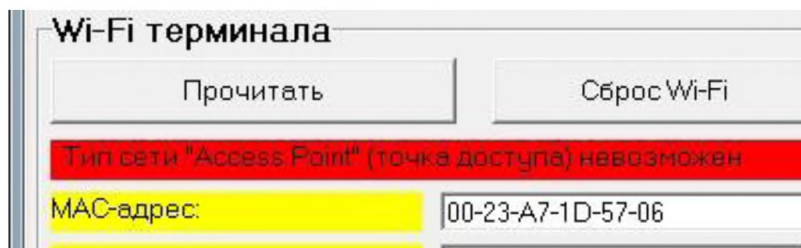

Рис. 6.4. Ошибка при записи типа сети.
6.11. ВНИМАНИЕ!!! Старые экземпляры весовых преобразователей для крановых весов ТВ-005.05Wi-Fi не могут устанавливать значение параметра «**Тип сети**», равное «**Access Point**», по техническим причинам. В этом случае при попытке записи значения параметров будет выведено сообщение «Тип сети «Access Point» (точка доступа) невозможен, см. рис. 6.4.